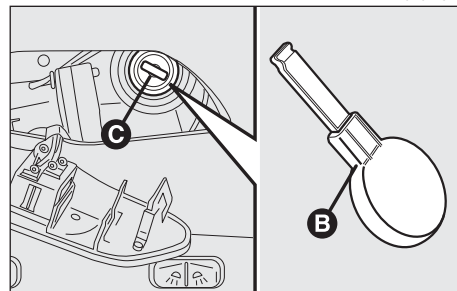

fig. 160
- utilizzando il cacciavite in dotazione o l'apposita chiave (**B-fig. 160**) fornita per versioni/mercati ove previsto e posta nel cassetto portaoggetti, premere e ruotare la boccola di comando del tetto apribile (**C-fig. 160**) in senso orario per aprirlo ed in senso antiorario per chiuderlo.